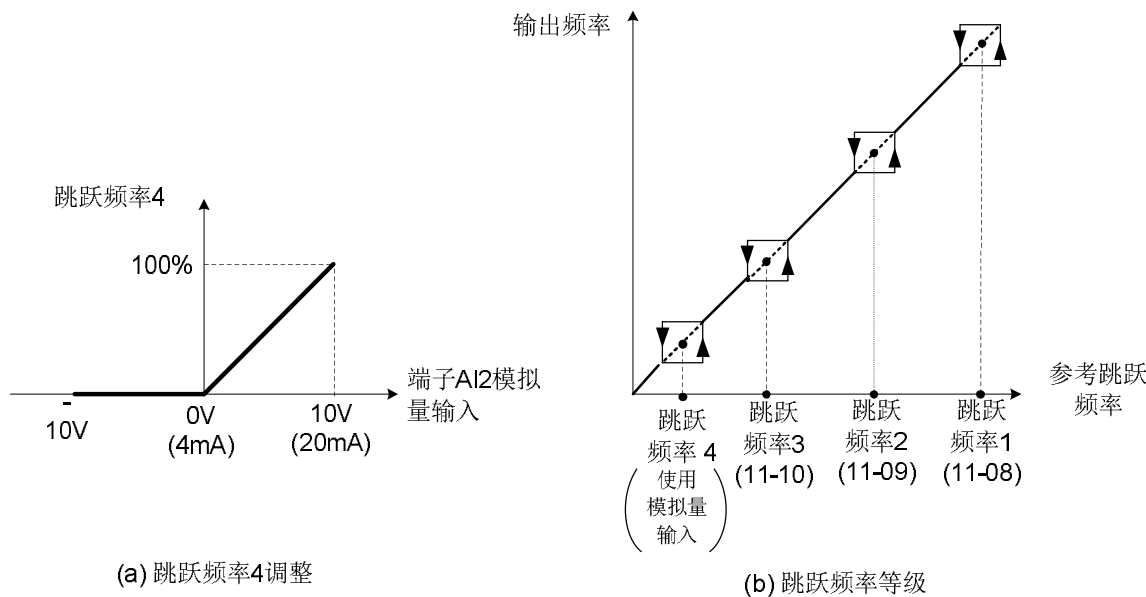

图4.3.45 跳跃频率4设定操作
- (10) 跳跃频率4 (设定 = 9)。
- 当设定11-08至11-10为0.0Hz，则跳跃频率功能关闭。参照下图4.3.45。